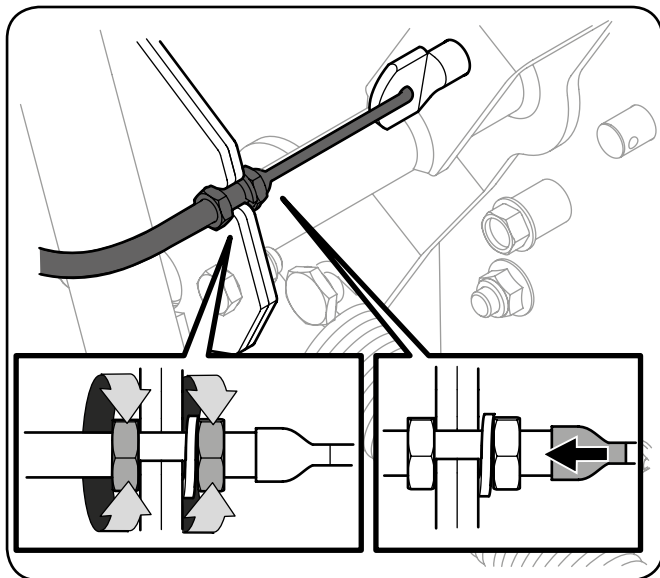

Рисунок 3-22
3. Вытяните трос, чтобы выбрать слабины и затяните зажимные гайки, чтобы закрепить оболочку троса на подъемной рукоятке (см. рис. 3-22).